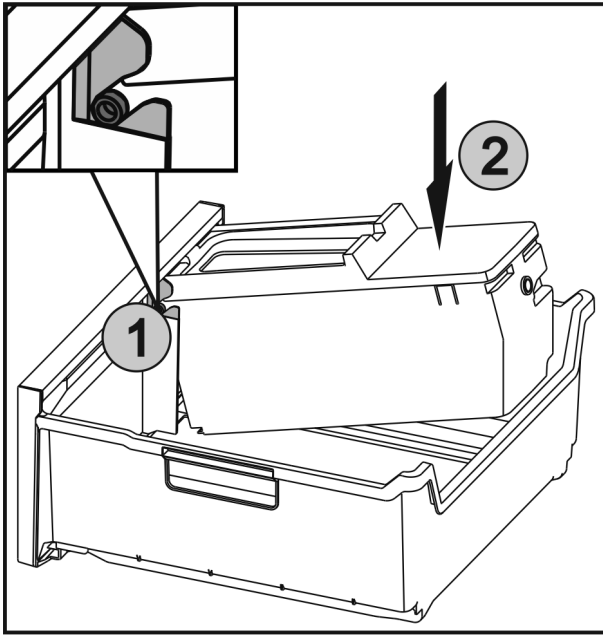

Fig. 41
- ▶ Gredi Fig. 41 (1) predala EasyTwist-Ice vstavite v vodila in zadnjo stran Fig. 41 (2) pritisnite, tako da se spona zaskoči.